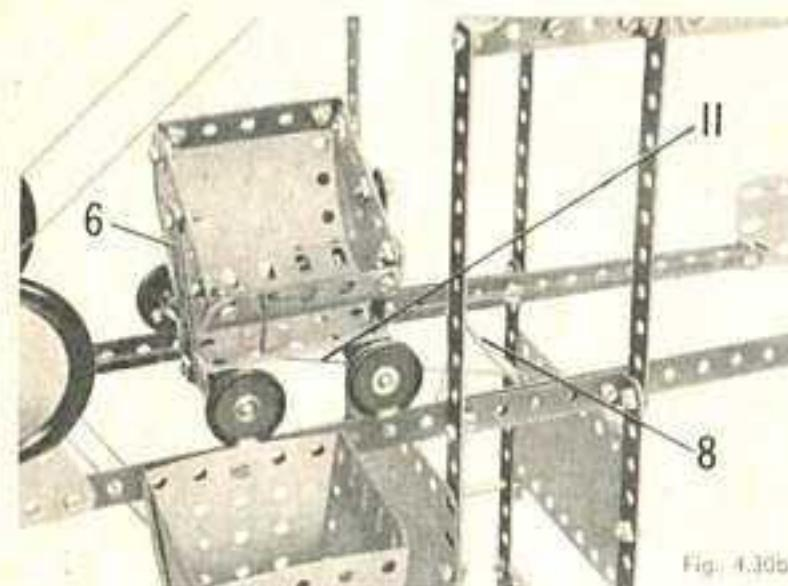

Fig. 4.30b
Une corde est attachée à un essieu. Elle passe dans l'équerre (7), sur la tringle (8), et est enroulée autour de la tringle (9) qui porte une roue barillet. Puis elle passe de nouveau autour de la tringle (8), dans une équerre tenue par un boulon (10), et elle est enfin attachée à l'autre essieu du chariot. Une corde (11) est fixée sur le côté du chariot opposé aux bandes entraînées à glissière; elle passe dans la plaque à rebords et est attachée à l'un des côtés de la tour comme le montre la figure 4.30b. La corde est disposée de façon que le chariot bascule quand il arrive à la hauteur de la trémie.